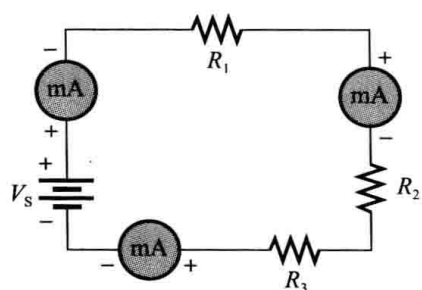

图 4-70 习题 14 图
14. 图 4-70 所示的电源流出的电流为 5mA ，试问电路中每个毫安表的指示分别为多少?